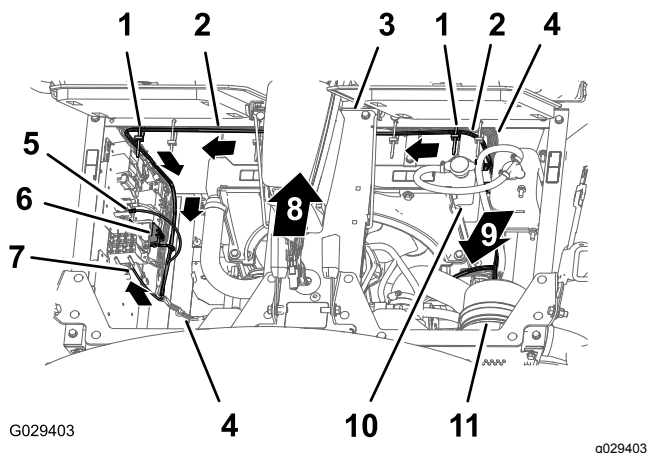

Figura 194
3. Disponete la diramazione di 197 cm del vano motore del cablaggio preassemblato verso il basso, lungo il lato sinistro del radiatore e sulla parte inferiore del quadro elettrico (**Figura 194**).
4. Fissate il cablaggio preassemblato per il kit di finitura al cablaggio preassemblato della macchina con 2 fascette per cavi, come illustrato nella Figura 194.